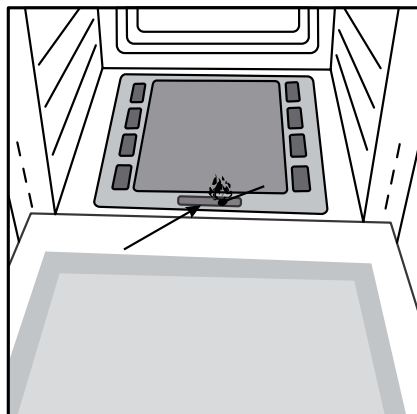

Рис. 18
- нажмите ручку (9) до упора;
- удерживая ручку (9) нажатой поднесите горящую спичку к отверстию горелки духовки (см. рис. 18);
- удерживайте ручку (9) в нажатом состоянии не менее 10 секунд, при этом обеспечивается выход газа из горелки и его горение, нагревается термopара и отключает предохранительный клапан, который иначе заблокирует подачу газа;